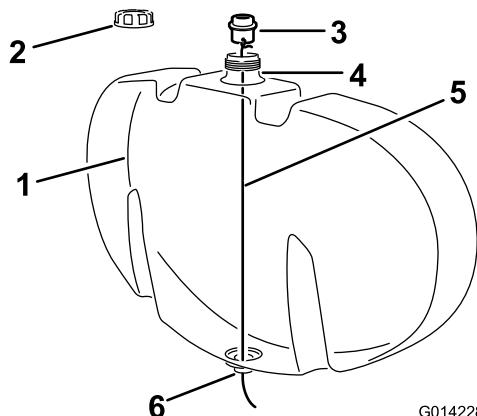

**Bild 5**
- A. Setzen Sie eine durchsichtige Dichtung auf das Schottanschlussstück, wie in Bild 5 abgebildet.
- B. Befestigen Sie einen ca. 122 cm langen Draht durch eines der Haltegabel-Löcher im Schottanschlussstück, wie in Bild 5 abgebildet.
- D. Führen Sie den Draht durch die Öffnung im Behälterfüllloch und verlegen ihn durch das offene Loch unten am Behälter (Bild 5 und Bild 6).